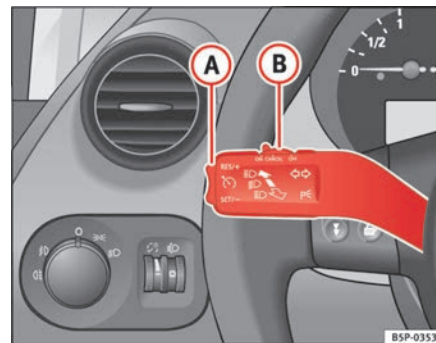

Fig. 146 Palanca de intermitentes y de luz de carretera: mando y tecla basculante para el regulador de velocidad
- Cuando se haya alcanzado la velocidad que se quiere programar, pulse brevemente la parte inferior de la tecla basculante **SET/-** $\Rightarrow$ fig. 146 **A** una vez.